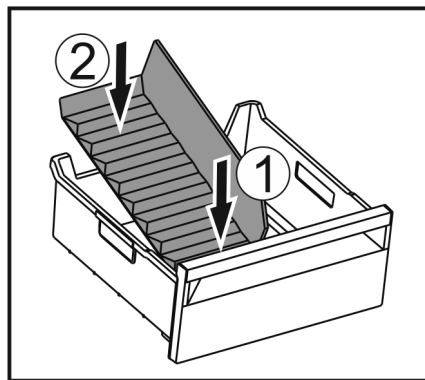

Fig. 169
- Installer la partie avant du séparateur de congélateur. Fig. 169 (1)
- Abaisser la partie arrière du séparateur de congélateur jusqu'au fond du tiroir. Fig. 169 (2)